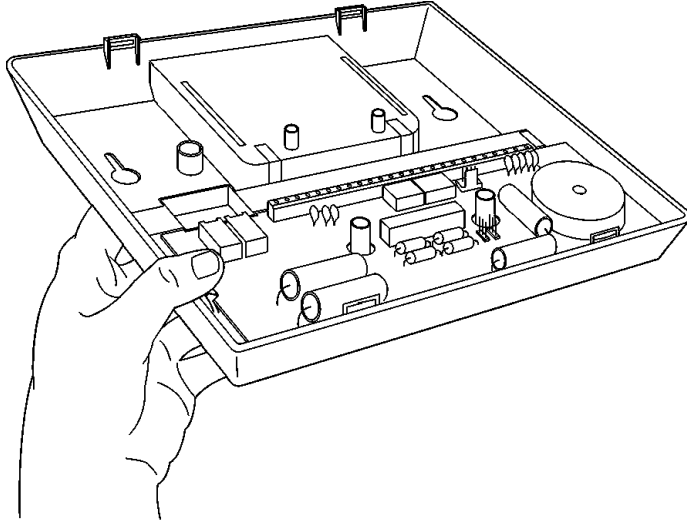

Figura 2-3: Liberando el PCB
4. Libere las aletas de retención del panel trasero (ver Figura 2-3) ubicadas en ambos lados del PCB y retire el PCB suavemente.